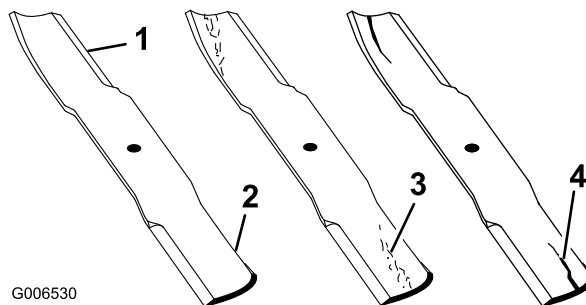

Bild 78
1. Untersuchen Sie die Schnittkanten (Bild 78). Entfernen und schärfen Sie die Messer, wenn die Schnittkanten nicht scharf sind oder Auskerbungen aufweisen. Siehe Schärfen der Messer“.
2. Prüfen Sie die Schnittmesser, insbesondere den gebogenen Bereich. Wenn Sie Risse, Verschleiß oder Rillenbildung in diesem Bereich feststellen, sollten Sie sofort ein neues Messer einbauen (Bild 78).